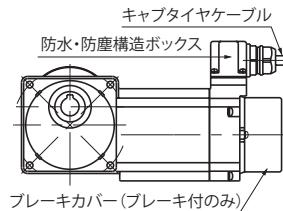

図6-1
- **15~90W防水形モータの場合**、防水・防塵構造ボックス(図6-1参照)のフタは絶対にあけないでください。防水・防塵効果が失われ、感電、損傷、火災のおそれがあります。